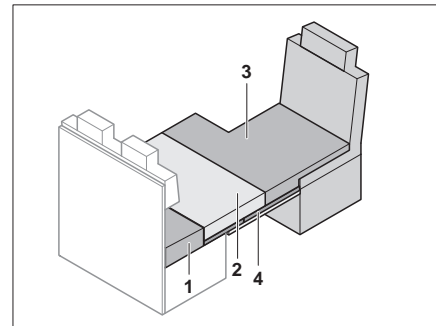

Bild 160 Nach dem Umbau
- Zusatzpolster (Bild 160,3) auf den Fahrersitz legen.
- Sitzpolster (Bild 160,2) auf die Notbettunterlage legen.